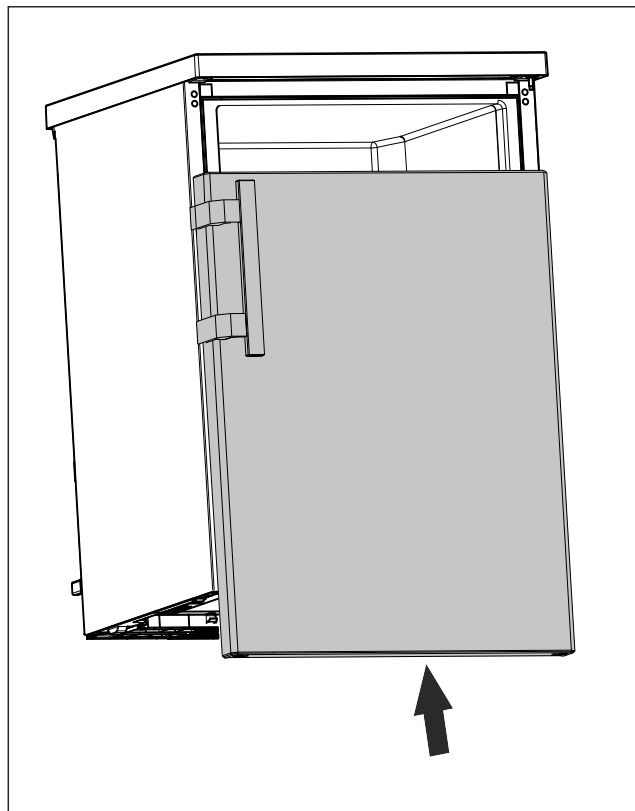

Fig. 23
- ▶ Tolja rá az ajtót zárt állapotban a felső csapra. (lásd Fig. 23)